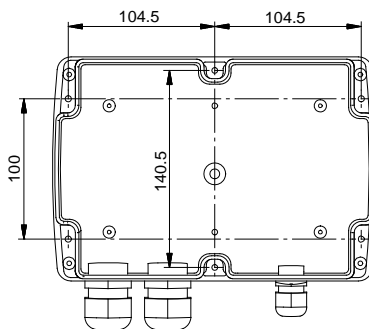

Fig. 1
La caja dispone de seis orificios de montaje ( $\varnothing 4$ ). Consulte la fig. 1. Las dimensiones se indican en mm.
- En posición horizontal, para permitir que el agua de condensación (si se forma) pueda escapar. Consulte la fig. 1.